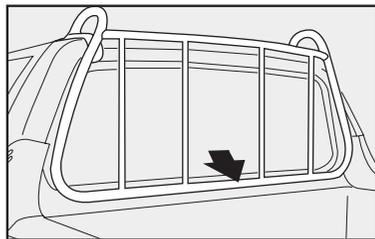
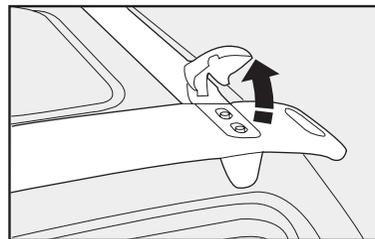
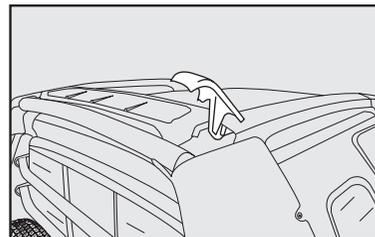

fig. 117
fig. 118
fig. 119
- utilizar o porta-escadas **fig. 117** para apoiar e fixar corretamente os objetos de maior altura. Nas versões com cabine estendida e cabine dupla, levantar antes os limitadores **fig. 118** ou **A-fig. 119** (Strada Adventure).
**Não utilizar as alças de apoio B-fig. 119 para amarrar objetos.**
**Ao utilizar o porta-escadas, não apoiar objetos cujo peso for superior a 50 kg. No caso dos limitadores fig. 118 ou 119, não forçá-los com pressões laterais superiores a 30 kg.**